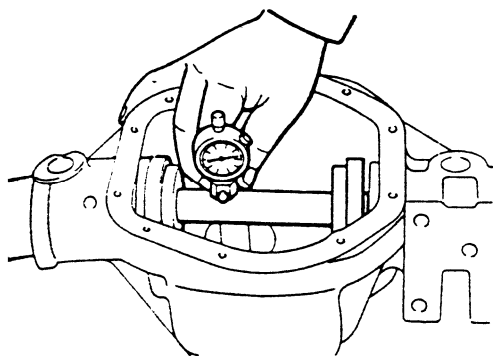

图 4-120 确定垫片组
(5) 上述步骤也可应用在前面轴上驱动小齿轮之调整，包含轴承座圈与驱动小齿轮间的机油环扣垫在内。另外包含差速器与内轴承座圈间的挡板。
(6) 检查主齿块、齿轮高度、横杆及主轴承片，确认所有差速器横杆切勿刮伤、污损及其他污染物。横杆与主轴承片可用于 30 型及 44 型轴内。较大直径的轴承片使用在 44 型轴上。
(7) 将主齿轮块装入差速器驱动小齿轮内。
(8) 如图 4-120 所示，在驱动小齿轮高度块的小台上放置滑动量表，用手指确定滑动量表平稳置于驱动小齿轮高度块，压住时将表归零。